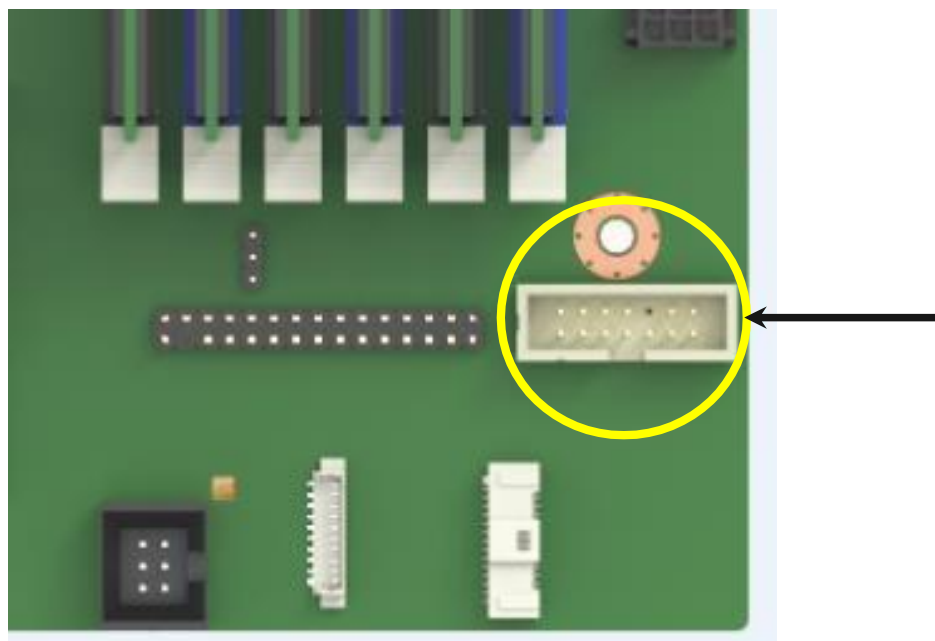

Рисунок 45. Расположение разъёма для видео на плате
2. На серверной плате рядом с передним правым краем находится разъём А рядом с передним правым краем серверной платы с надписью «FP_VIDEO», который при подключении по кабелю может передавать видео с передней части серверной системы (рис. 45).